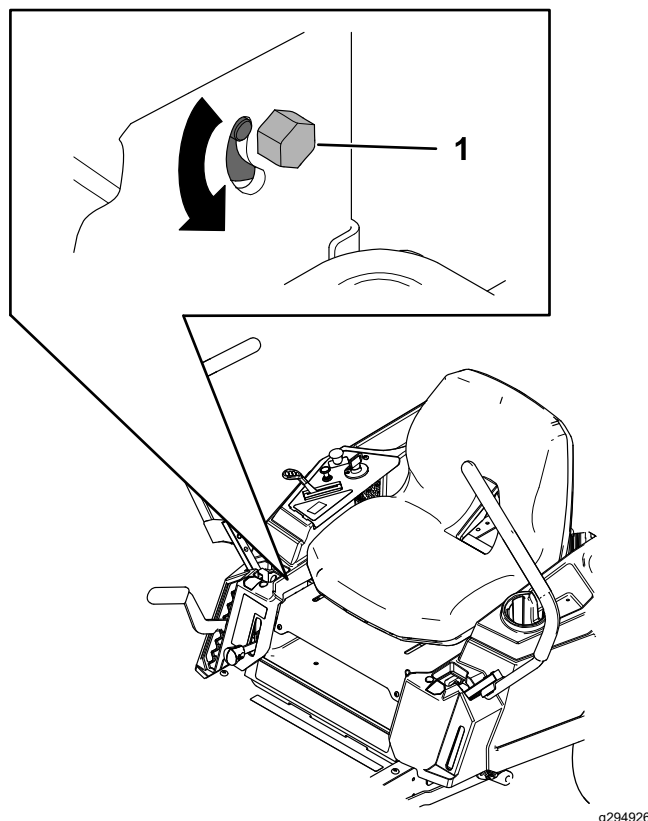

Figura 53
3. Individuate il bullone di regolazione dell'allineamento vicino alla leva di comando del movimento sul lato specifico che richiede la regolazione (Figura 53).